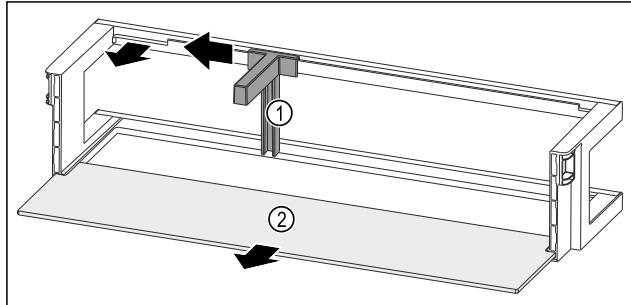

Fig. 90 Рафт на врата с преграда за бутилки и рафт
- Пълзнете преградата за бутилки Fig. 90 (1) настрани до прореза.
- Свалете преградата за бутилки Fig. 90 (1).
- Свалете рафта Fig. 90 (2).